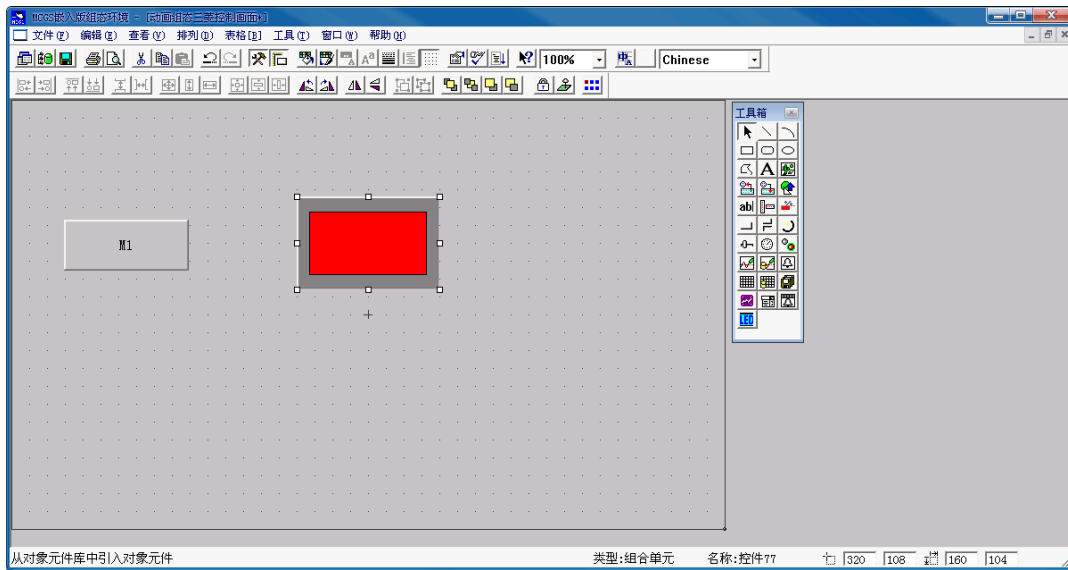

图 6 放置指示灯 16
(2) 指示灯：单击工具箱中的“插入元件”按钮，打开“对象元件库管理”对话框，选中图形对象库指示灯16，点击确认添加到窗口画面中。并调整到合适大小如图6所示。